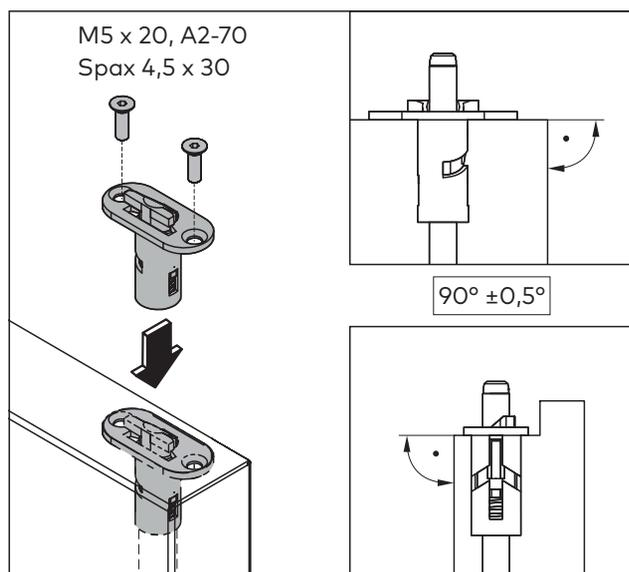

Abb. 49 Schaltschloss montieren
11. Das Schaltschloss oben am Standflügel montieren, sodass die schräge Fläche zur Zarge zeigt (Abb. 49).
8. Das Schaltschloss oben am Standflügel wieder montieren, sodass die schräge Fläche zur Zarge zeigt (Abb. 49).